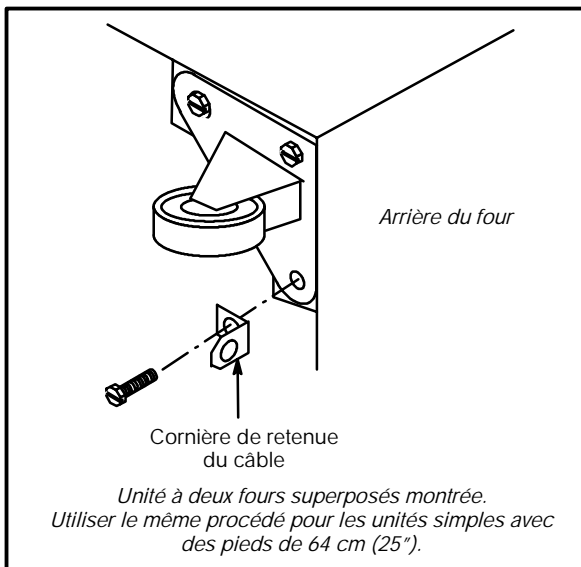

Figure 27
1. Monter la cornière fournie sur le boulon du pied juste au-dessous de l'arrivée de gaz. Voir Figure 27.